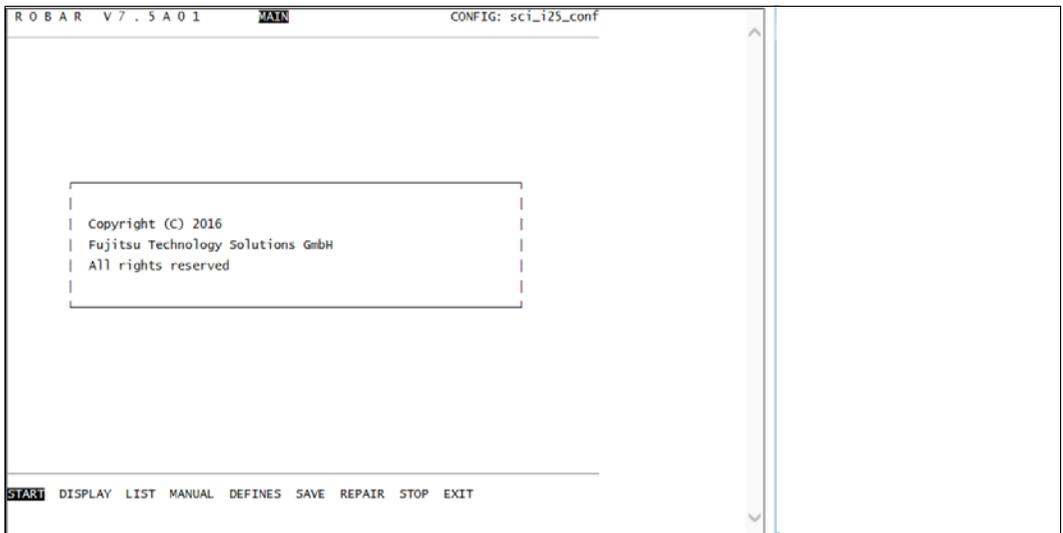

Bild 9: Hauptmenü
- Der erste ROBAR-Administrator (Mitglied in den Benutzergruppen `robardm` und `robarsv`), der das Menüprogramm aufruft, erhält den vollen und uneingeschränkten Funktionsumfang (siehe Bild 9 auf Seite 150).